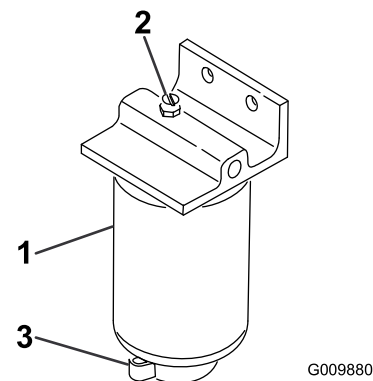

Figure 53
3. Desserrez le robinet de vidange au bas de la cartouche du filtre (Figure 53).
2. Nettoyez la surface autour des supports de la cartouche du filtre (Figure 53).